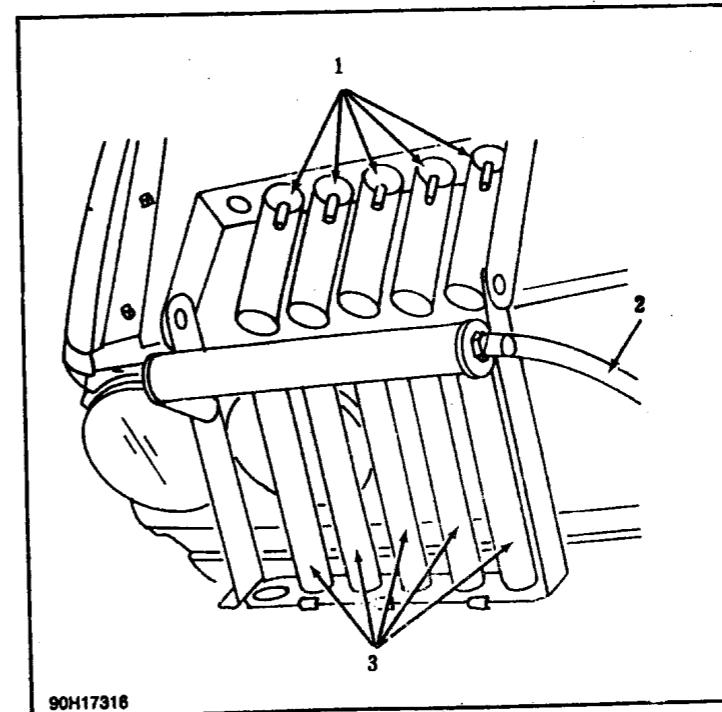

图 1-10 燃油油量分析仪
1) 拆下油泵继电器，安装上跨接开关（μs 4480/3），并把燃油油量分析仪（μs 4480）固定在汽车的保险杠上（参见图1-10），然后从气缸头上拆下喷油器，但油管还要留在上面，最后检查喷油器上的O形环，如果有必要的话，还要进行更换。